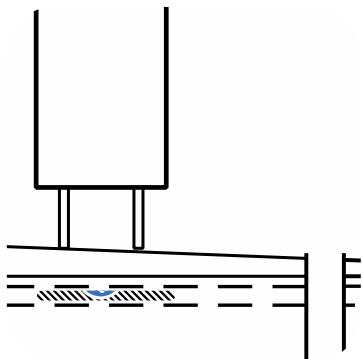

Bild 1. Om apparaten installerats korrekt leds vattnet från den till avloppet och kan inte absorberas i konstruktionerna.
- Vid installationen ska det säkerställas att vatten som eventuellt droppar från apparaten inte kan absorberas i konstruktioner (bild 1, 2, 3). Beredaren ska installeras i ett utrymme med golv- eller torrbrunn och lämpligt golvfalld. Golvfallet ska leda vattnet från varmvattenberedarens installationsplats till golv- eller torrbrunnen. Golvfallet ska till storleken vara minst 1:100. Särskild uppmärksamhet ska fästas vid fall till fogar nära väggar samt golv och väggar.